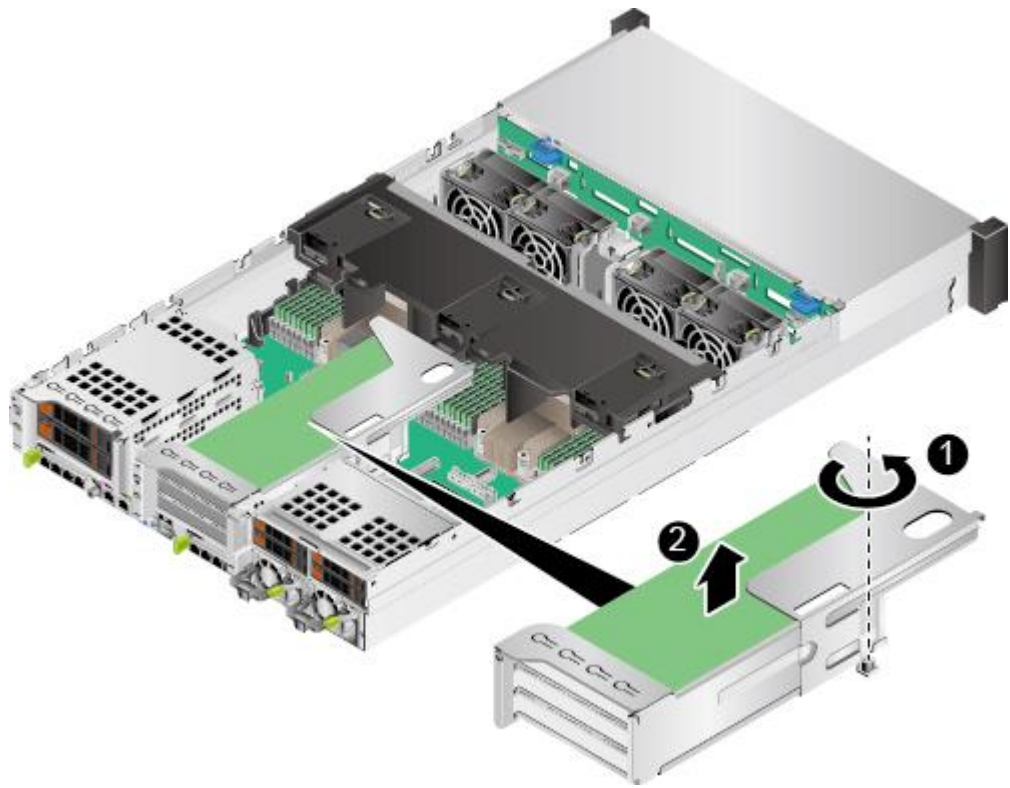
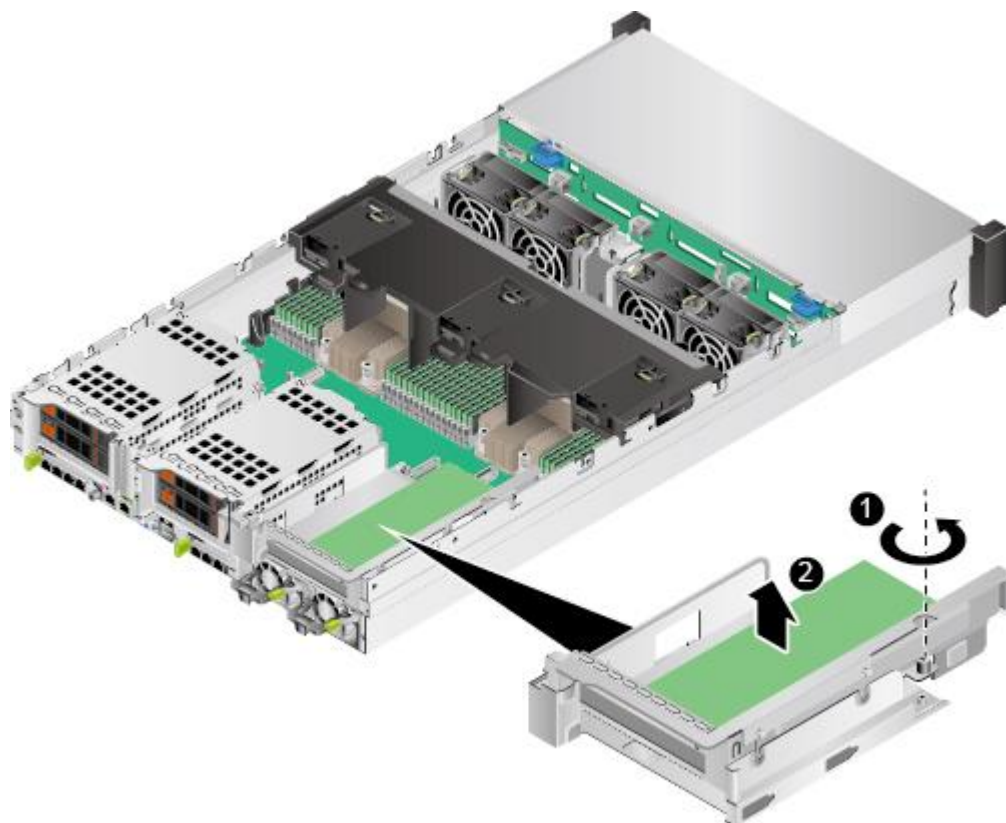

图 3-20 拆卸 Riser 卡托架（1）
图 3-21 拆卸 Riser 卡托架 (2)
6. 拧开固定 Riser 托架的螺钉并向上抬起 Riser 卡托架，如图 3-20 和图 3-21 所示。